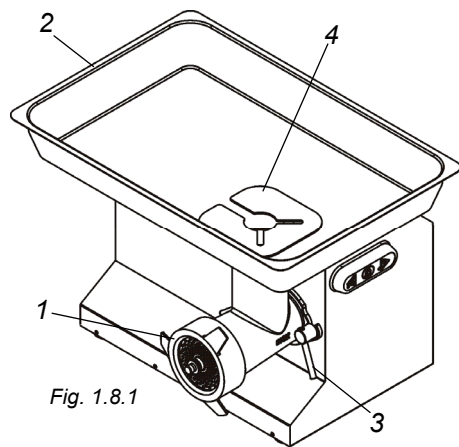

Fig. 1.8.1
4. Protezione salvamano. La tramoggia, nel modello, riporta la protezione "2" Fig.1.8.1 rigidamente fissata, in accordo alla circolare del Ministero del Lavoro e della Previdenza Sociale n° 66 del 05.09.79. I modelli più piccoli non necessitano di tale protezione per le ridotte dimensioni della bocca di carico.